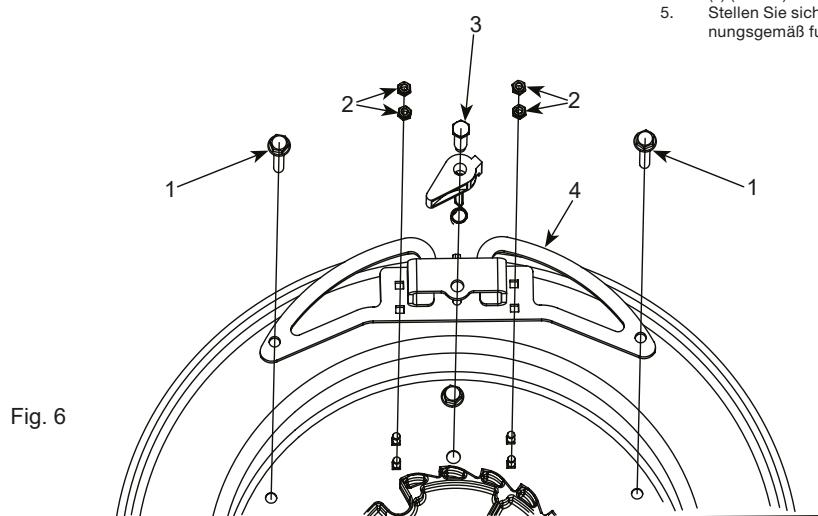

Fig. 6
- Loosen the 2 bolts (1) (Fig. 6), and the 4 nuts (2) (Fig. 6).
- Clean the components, or replace the ratchet assembly with a new one. In the case of unscrewing the ratchet shaft (3) (Fig. 6), be sure to clean the thread and apply medium-strength threadlocker before screwing it back into the plate (4) (Fig. 6).
- Assemble the ratchet assembly in place and tighten the 2 bolts (1) (Fig. 6), and the 4 nuts (2) (Fig. 6).
- Lossa på de två skruvarna (1, Fig 6) och de fyra muttrarna (2, Fig 6). Ta bort spärren.
- Rengör eller byt ut komplett spärr. Om spärrens axel (3) demonteras så bör gängorna rensas innan återmontage och läsas med demonterbar läsvätska.
- Återmontera komplett spärr genom att dra åt de två skruvarna (1) och fyra muttrarna (2).
- Lösen Sie die 2 Schrauben (1) (Abb. 6) und die 4 Muttern (2) (Abb. 6). Entfernen Sie die Ratscheneinheit.
- Reinigen Sie die Komponenten oder ersetzen Sie die Ratscheneinheit durch eine neue. Beim Abschrauben des Ratschenschafthes (3) (Abb. 6) unbedingt das Gewinde reinigen und mittelfesten Schraubensicherungslack auftragen, bevor er wieder in die Platte (4) eingeschraubt wird (Abb. 6).
- Montieren Sie die Ratschenbaugruppe und ziehen Sie die 2 Schrauben (1) fest (Abb. 6). und die 4 Muttern (2) (Abb. 6).